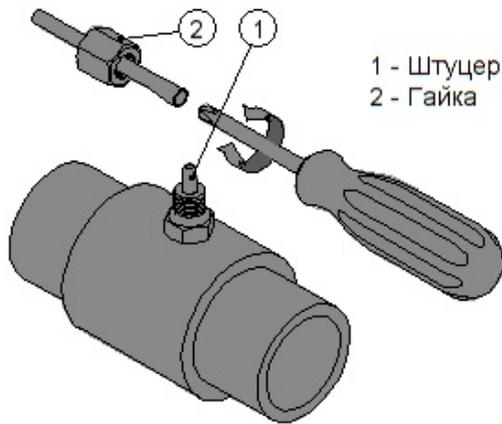

Рис.4.2-6 Развальцовка трубки PTFE
Для соединения трубки PTFE с перистальтическим шлангом насоса или клапаном впрыска коагулянта используется типовое сочетание штуцера и накидной гайки. Штуцер – это конусообразный выступ с торца подключаемого элемента (шланга или клапана, см. рис.4.2-6 поз.1).
- Скрутить гайку со штуцера и надеть её на трубку PTFE, как это показано на рис.4.2-6;